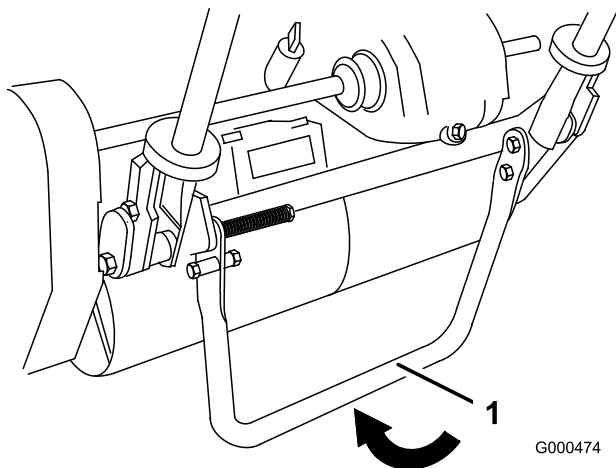

Figura 7
1. Con il piede, abbassate il cavalletto, quindi alzate il sostegno della stegola finché il cavalletto non gira in avanti, sopra il centro (Figura 7).